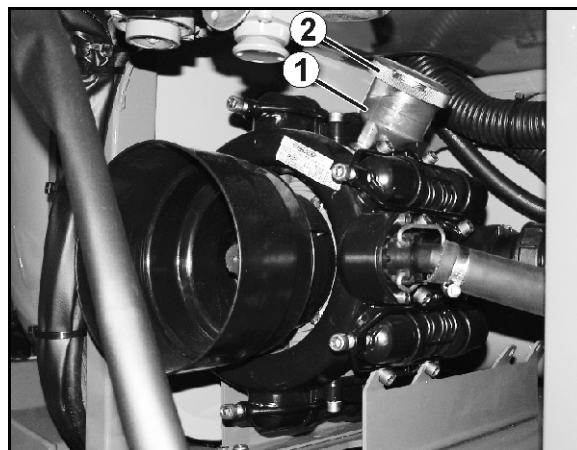

Fig. 158
1. Verifique se o nível de óleo é visível na marca (Fig. 158/1) com a bomba parada e em posição horizontal.
3. Retirar a tampa (Fig. 158/2) e acrescentar óleo caso o nível de óleo não seja visível na marca (Fig. 158/1).
2. Retirar a tampa (Fig. 158/2).
5. Girar o veio de acionamento alternadamente para a direita e para a esquerda e deitar lentamente óleo novo. Foi deitada a quantidade de óleo correta quando o óleo é visível na marca (Fig. 158/1).